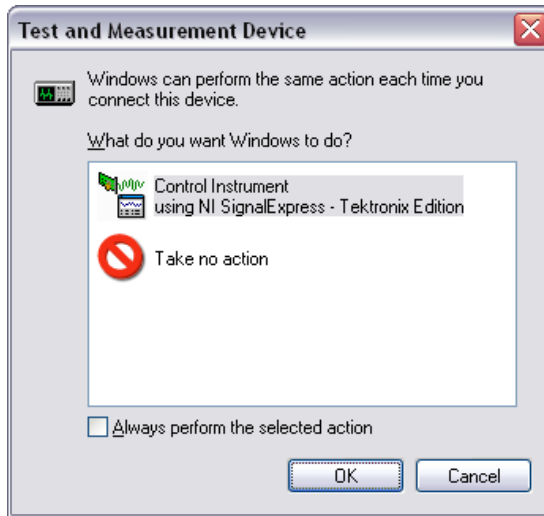

図 3-5 USB Plug-and-Play ダイアログボックス
4. 図 3-5 のように、Windows が Tektronix AFG3000 シリーズ任意 / 関数発生器が検出したことを示すダイアログボックスが表示され、次に行う操作のプロンプトが表示されます。**Control Instrument using NI SignalExpress - Tektronix Edition** が選択されていない場合には、クリックし、**OK** ボタンをクリックします。